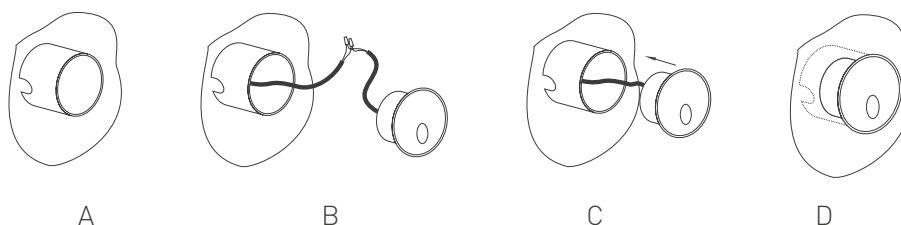

Рисунок 2. Последовательность подключения.
- Закрепите закладную часть в месте установки (рис. 2 поз. А). Закладная часть устанавливается непосредственно в поверхность и фиксируется в ней с помощью строительной смеси согласно типу поверхности.
- Присоедините провода питания светильника к обесточенной сети АС 230 В (рис. 2 поз. В). Соблюдайте порядок подключения и маркировку проводов: желто-зеленый – РЕ, «защитное заземление»; коричневый – L, «фаза»; синий – N, «ноль».
- Установите светильник в закладную часть до упора, преодолевая упругое сопротивление распорных пружин (рис. 2 поз. С).